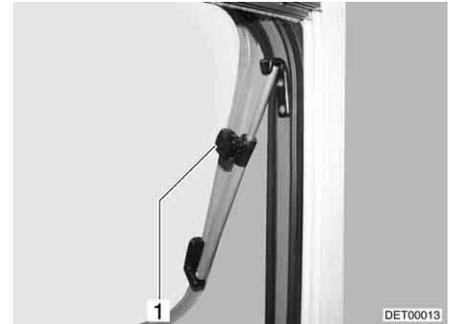

Bild 92 Dachhaube mit Dreh-Ausstellern, geöffnet
- Dachhaube bis zur gewünschten Stellung öffnen und mit Rändelknopf (Bild 92,1) feststellen.
- Rändelknopf (Bild 92,1) drehen, bis Arretierung freigegeben wird.